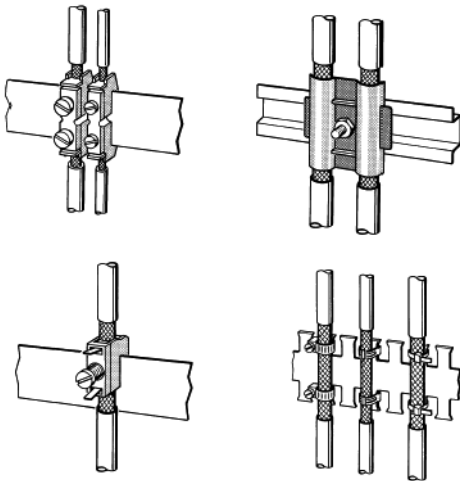

Fig. 8: Fixation des câbles blindés avec serre-câbles et colliers de serrage (représentation schématique)
- ▶ Les serre-câbles doivent entourer généreusement le blindage et garantir un bon contact (voir fig. 8).